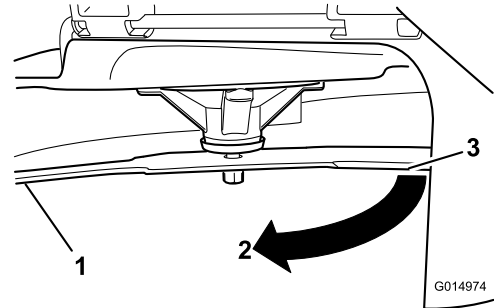

Figura 91
4. Gire la misma cuchilla 180 grados de manera que el otro extremo esté en la misma posición (Figura 91).